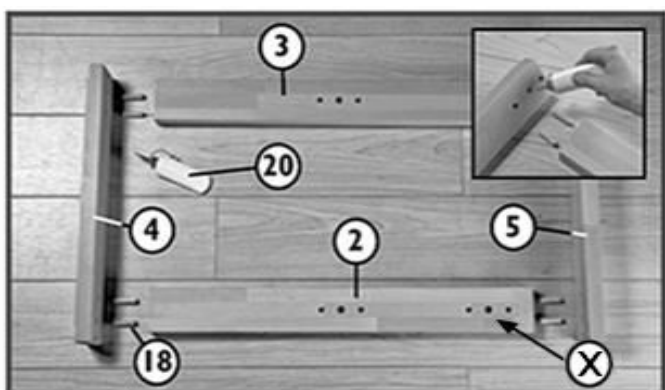

Fig. 1 X=holes for stretchers if cupboard is used
1. Placez la base (5), le support haut (4), le pied arrière (3) et le pied avant avec les trous pour les valets (2), les trous pour tourillons vers l'intérieur comme montré en Fig.1. Insérez les tourillons (18) en les collants (biberon de colle (20) comme montré en Fig 1. Utilisez les trous intérieurs. Les trous extérieurs sur chaque support haut (4) seront utilisés pour fixer le plateau sur les supports montés. Répétez l'opération pour le second ensemble.